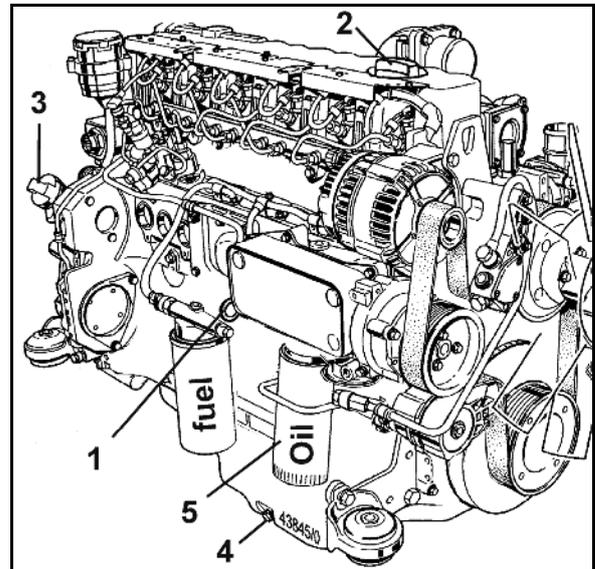

Fig. 144
2. Schmierölfilter-Patrone (Fig. 144/5) mit handelsüblichem Werkzeug lösen und abschrauben.